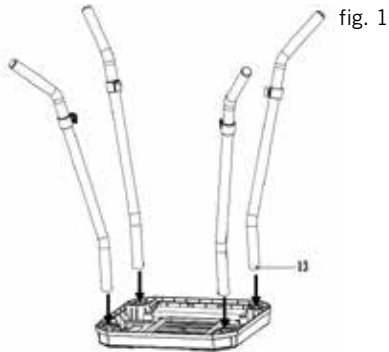

fig. 1
4. Fije los cuatro tubos verticales [12] a la base de la parrilla [11] (fig. 1). El tubo vertical se inserta en el orificio correspondiente de la base de la parrilla. En el extremo de los tubos verticales hay un pasador [13] que encaja audiblemente cuando el tubo vertical está correctamente enroscado.